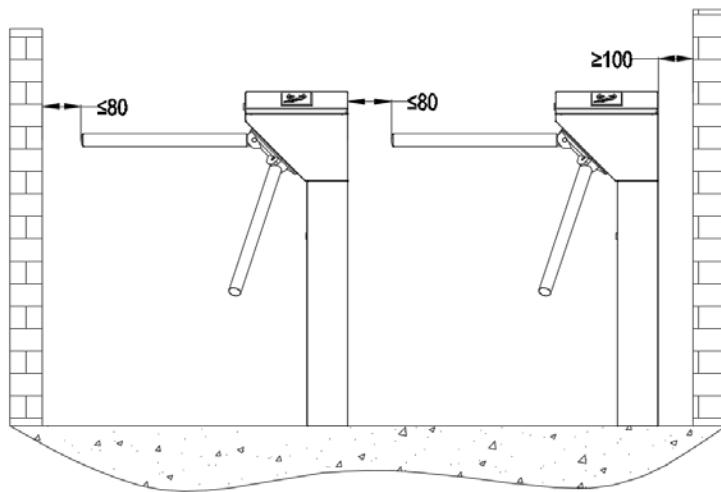

Рис. 3-1
Оборудование должно быть установлено на бетонном основании, убедитесь в качественном крепеже болтами. Мы советует Вам установить вспомогательную раму для образования полноценной проходной линии, как показано на рис. 3-1.
2. Расстояние от препятствия до края преграждающих планок не должно превышать 80 мм. (см рис. 3-1).